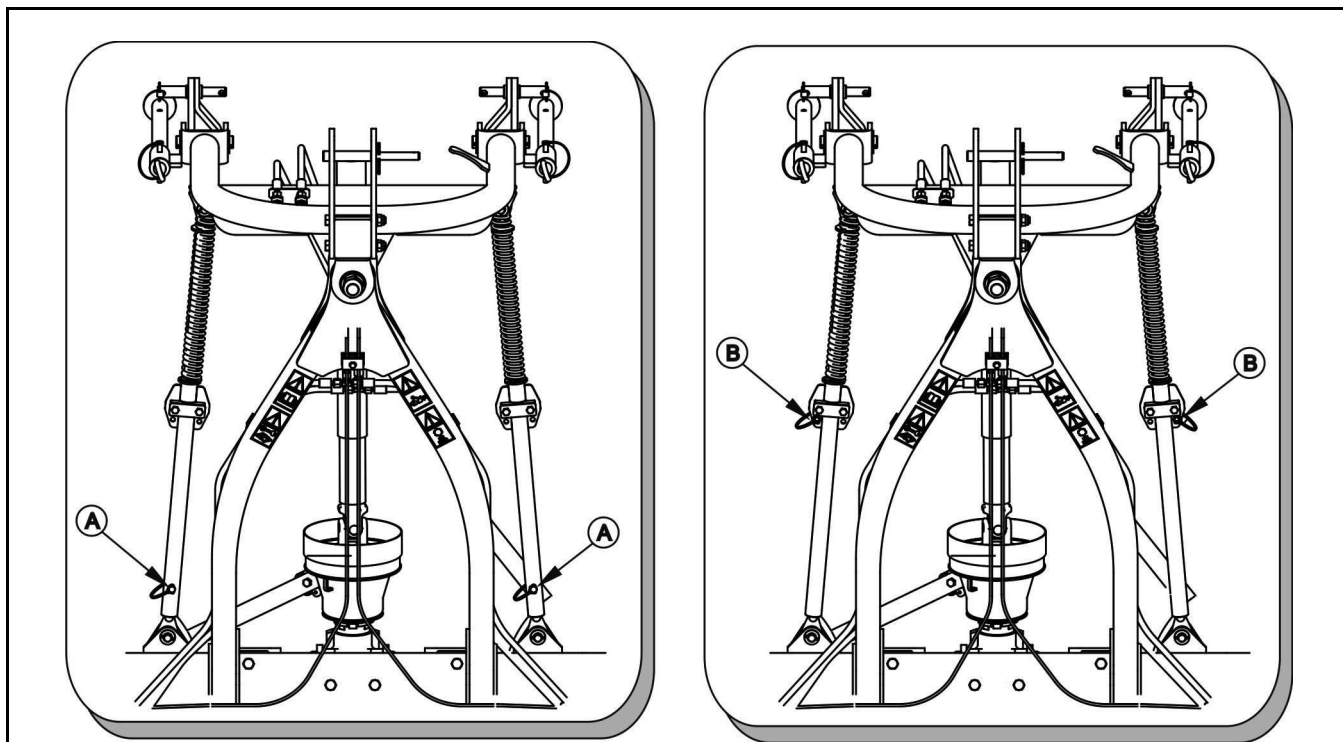

РИСУНОК 4.4А Установка амортизатора в рабочее положение.
- Вынуть блокирующие чеки (РИСУНОК 4.4А) и разблокировать правый и левый амортизаторы вибрации ворошилки.